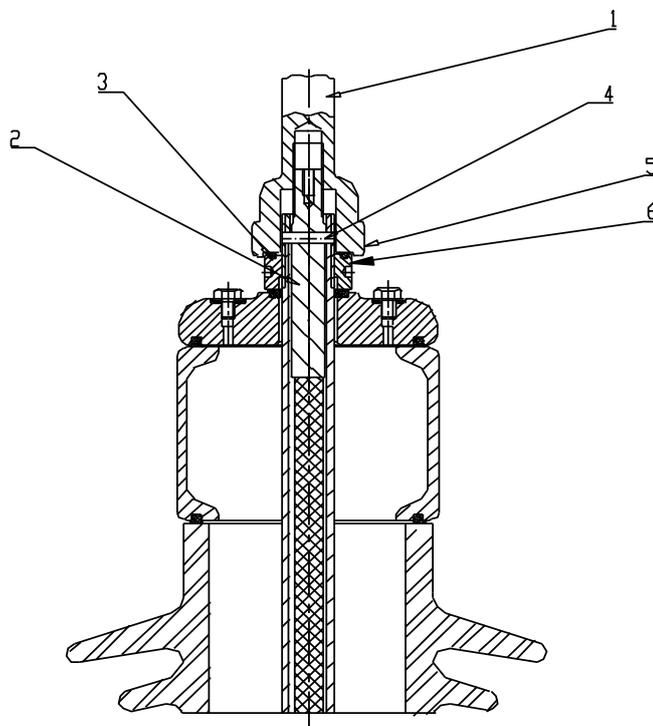

Рис. 12 Внешняя и внутренняя контактные шпильки
Внутренняя контактная шпилька протяжной системы, рис.12, поз.2 припаивается к гибкому отводу обмотки трансформатора на трансформаторном заводе или на монтажной площадке при замене ввода другого типа. Длина отвода, измеряемая от бака трансформатора до внутренней контактной шпильки, должна равняться номинальному значению L_4 , указанному на габаритном чертеже для каждого типа ввода. К этому значению следует добавить дополнительную длину, достаточную, чтобы не допустить перенапряжения отвода в рабочем положении.
6. Зафиксируйте внутреннюю контактную шпильку в трубе ввода при помощи штифта поз.4, рис. 12.
3. Смазать резиновое уплотнение прежде чем установить его в паз гайки поз.6, рис.12.
4. Завернуть внешнюю контактную шпильку и затянуть с усилием 60-80 Нм, согласно рис. 12.